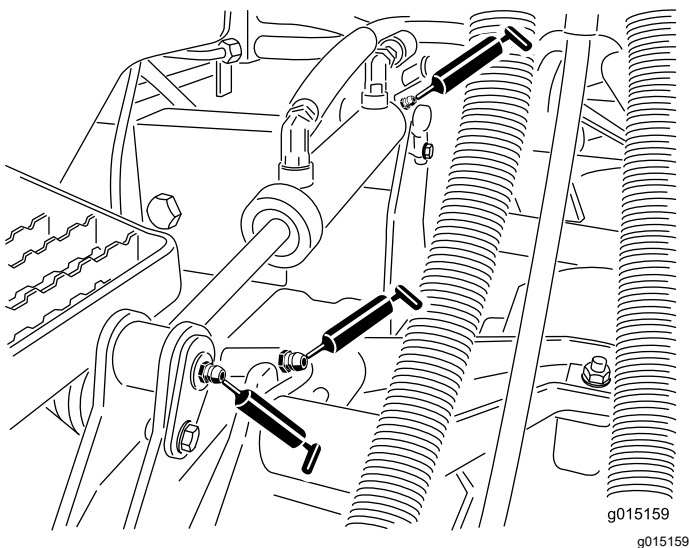

**Figure 105**
- Bagues de pivot de bras de levage (1 par unité de coupe); voir Figure 105.
- Bâti porteur d'unité de coupe (2 par unité de coupe); voir Figure 105.
- Pivot de bras de levage d'unité de coupe (1 par unité de coupe); voir Figure 105.